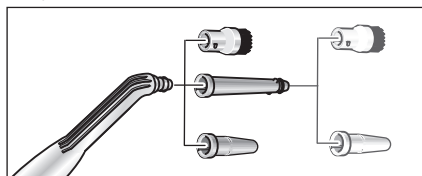

Rys. 5: Odłączanie elementów wyposażenia
- W celu odłączenia elementów wyposażenia nacisnąć przycisk odblokowujący (C2 lub G3) i pociągnąć elementy w przeciwnych kierunkach (patrz rys. 5).